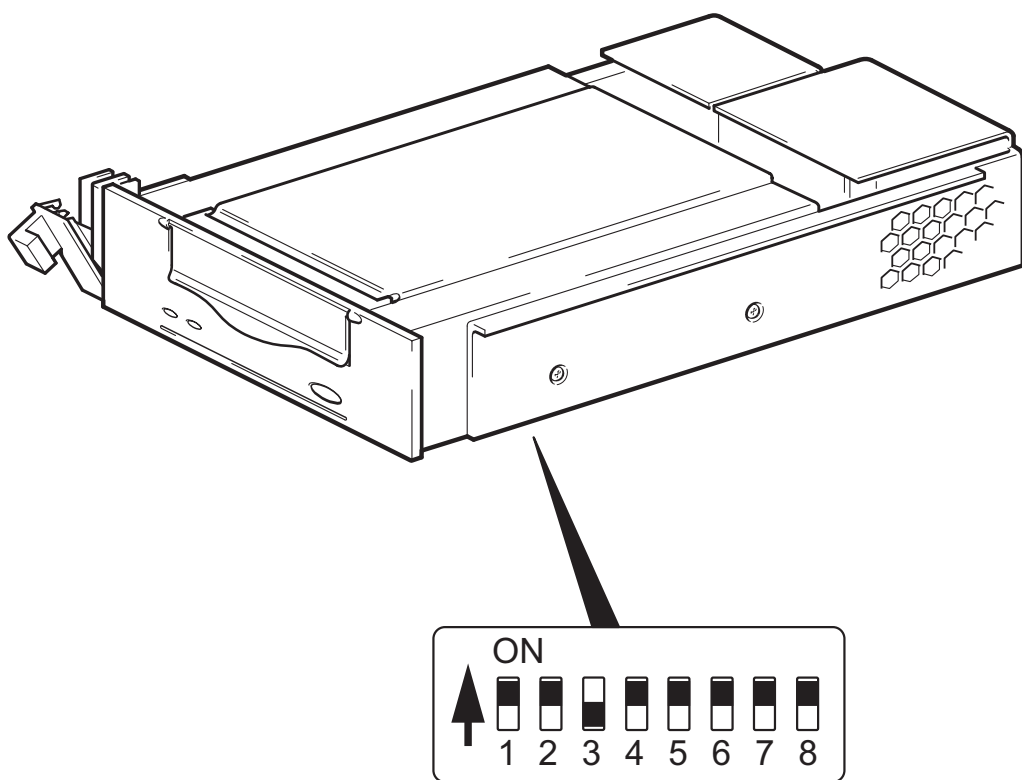

Рис. 3. Переключатели конфигурации (для UNIX)
- 2 При необходимости измените положение переключателей конфигурации снизу стримера (см. Рис. 3).